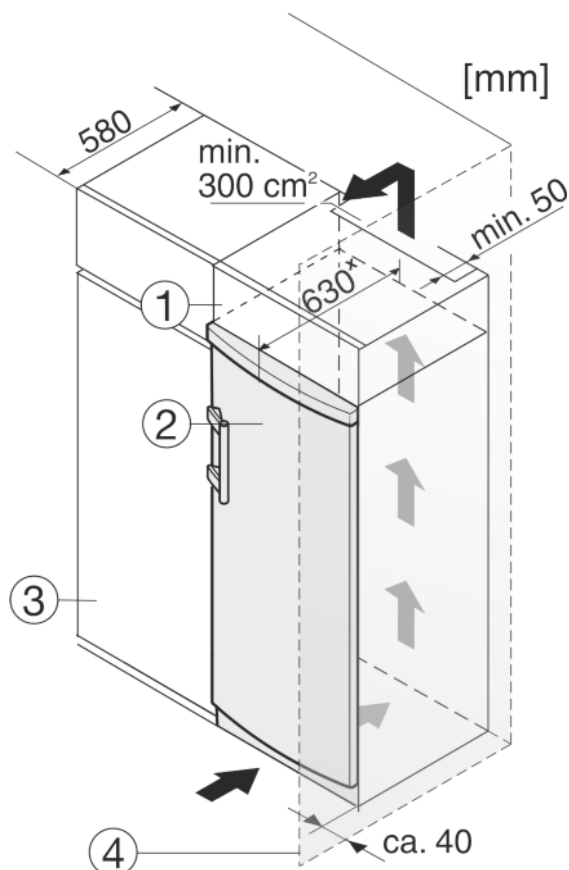

Fig. 10
L'apparecchio può essere incassato in mobili da cucina. Per adattare l'apparecchio Fig. 10 (2) all'altezza della cucina componibile, è possibile applicare sopra l'apparecchio un mobile da appoggio Fig. 10 (1).
Si la cocina posee armarios (profundidad máx. 580 mm), el aparato se puede colocar directamente junto al armario de cocina Fig. 10 (3). El aparato sobresale 34 mm × por los lados y 50 mm × en el centro del aparato respecto al frente del armario de cocina.
Se l'apparecchio con cerniere viene installato accanto ad una parete Fig. 10 (4), la distanza minima fra l'apparecchio e la parete deve essere almeno di 40 mm, che corrisponde alla sporgenza della maniglia con la porta aperta.